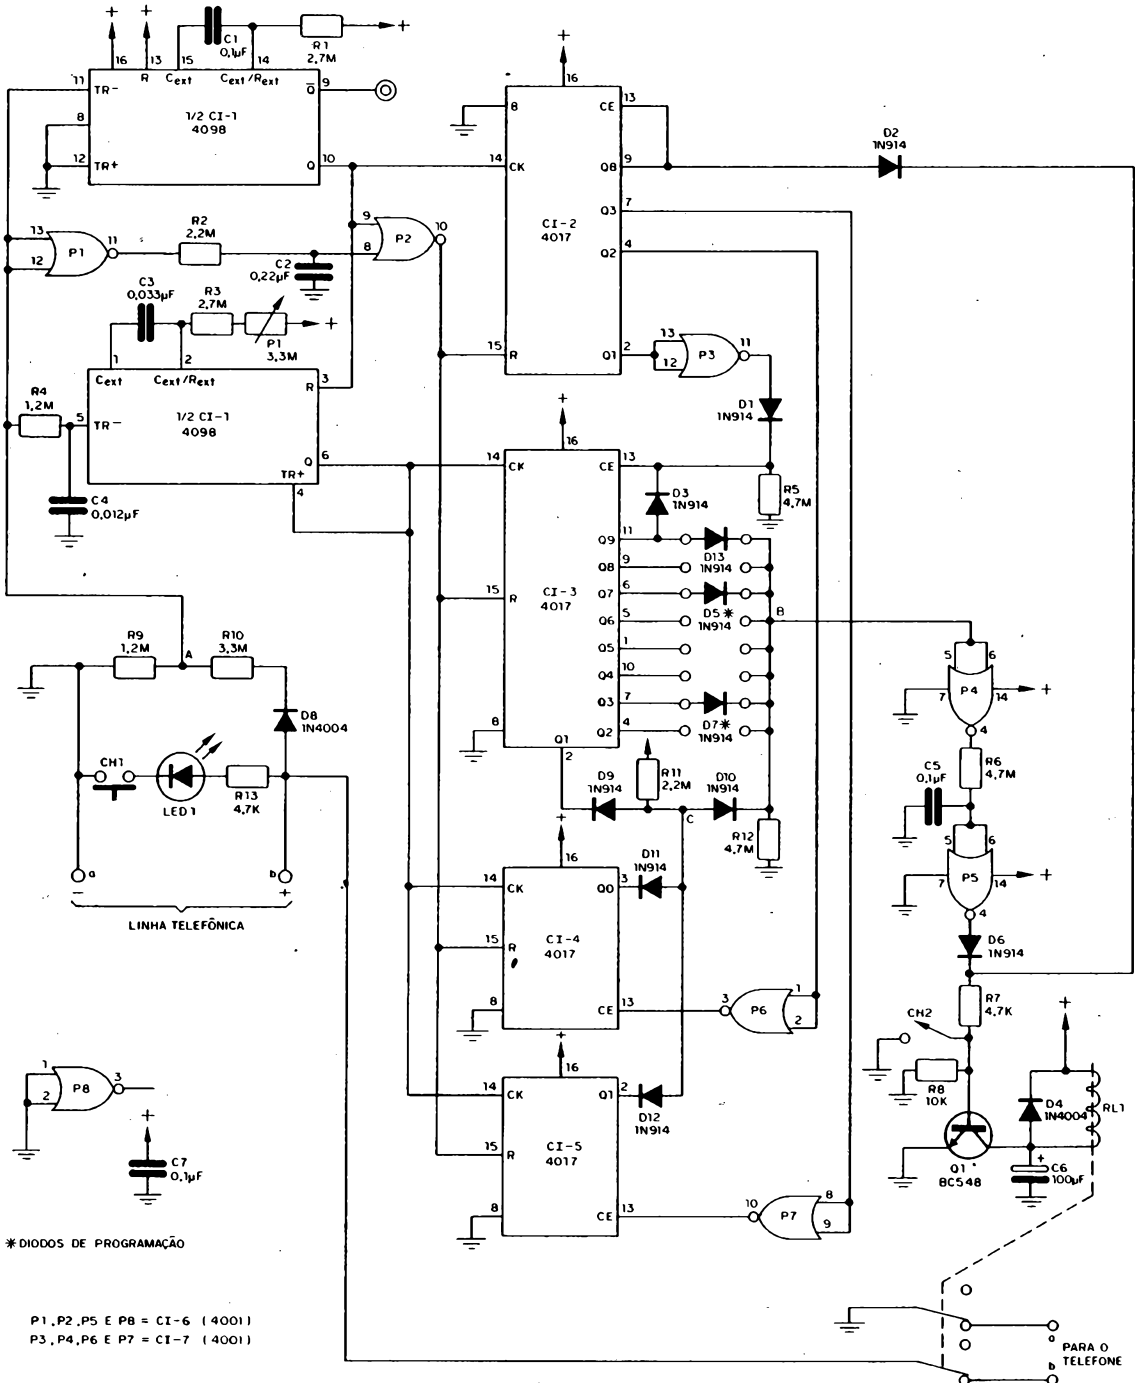

figura 2
Na figura 2 temos o diagrama do bloqueador a fora a fonte de alimentação que será tratada em separado. O indicador de polaridade, a que nos referimos logo acima, é formado por R13, CH1 e fotemissor led 1, de forma que este último emitirá luz quando, e só quando, a linha telefônica for conectada ao circuito com a polaridade indicada na figura 2. É justamente através do potencial existente em *A* que o circuito é informado se o monofone se encontra ou não no gancho.
Se a partir deste momento o usuário discar o oitavo dígito consecutivo, a saída Q8 de C.1.2 assume o estado H e inibe o contador, forçando Q8 em nível alto, mesmo que seja discado outro algarismo, o que na realidade não acontecerá, pois, agora, D2 passa a conduzir, polarizando a base de Q1 que satura, descarregando o capacitor eletrolítico C6 e fazendo operar o relê, cujos contatos deixam de alimentar o circuito do telefone e, portanto, o estado do nó A passa a ser H e, momentos após, todos os contadores são reciclados (observe que eles não o são imediatamente, devido à presença da rede de atraso R2/C2 — figura 2).
D.D.D.), C.I.3 perceberá essa manobra, já que os dez pulsos a ele aplicados forçosamente farão com que a sua saída Q9 assumira o estado H por cerca de 100 ms ao surgir o nono pulso dos dez aplicados; isto é suficiente para inibir o contador através do diodo D3 e entrada CE, por outro lado esse estado H é aplicado via D13 ao inversor P4 cuja saída assumira o nível 0V, dando início ao processo de descarga de C5 por meio de R6 (figura 2), chegando o momento que P5 passa a interpretar o estado L em sua entrada, provocando o estado H no pino 4, o qual é transferido à base do transistor através do diodo de bloqueio D6 e resistência limitadora de corrente R7, então Q1 satura, interrompendo a ligação, da mesma forma que no caso anterior.